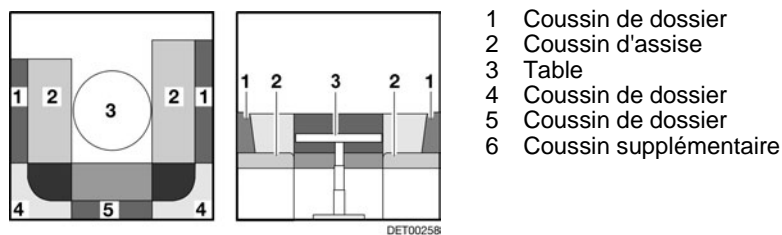

Fig. 81 Avant la transformation
- Convertir la table (Fig. 81,3) en sommier de lit (voir paragraphe 7.7).